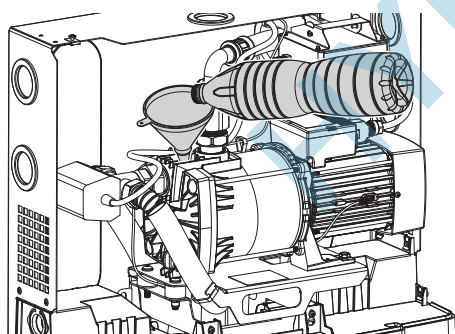

Fig. 22: Remplissage de la pompe
2. Remplir la pompe d'eau claire avec un entonnoir (Fig. 22).